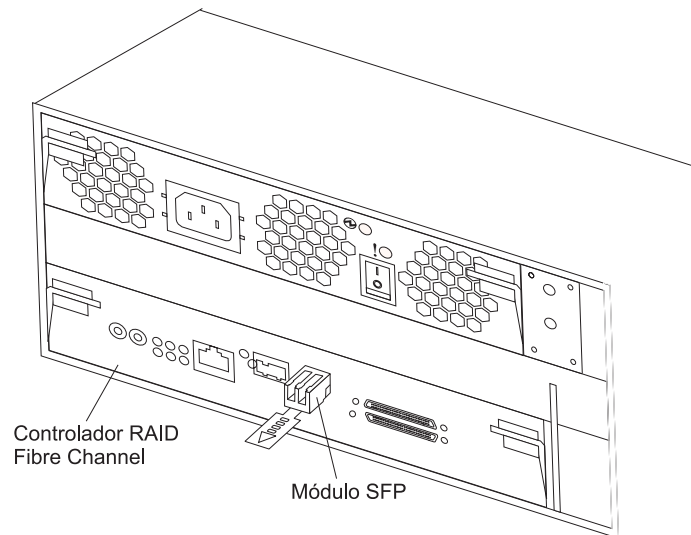

Figura 18. Instalando um Módulo SFP no Conector Host
4. Gire o módulo SFP de modo que a guia plástica ou metálica fique na parte inferior; em seguida, insira-o no conector host até que ele faça um clique no lugar. Consulte a Figura 18.